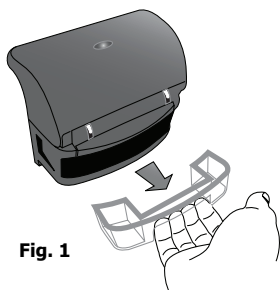

Fig. 1
1. Fjern vandsamleren fra under låghængslet ved at trække den udad [Fig. 1]. Det vand, der har samlet sig, skal hældes væk, hver gang apparatet har været i brug.